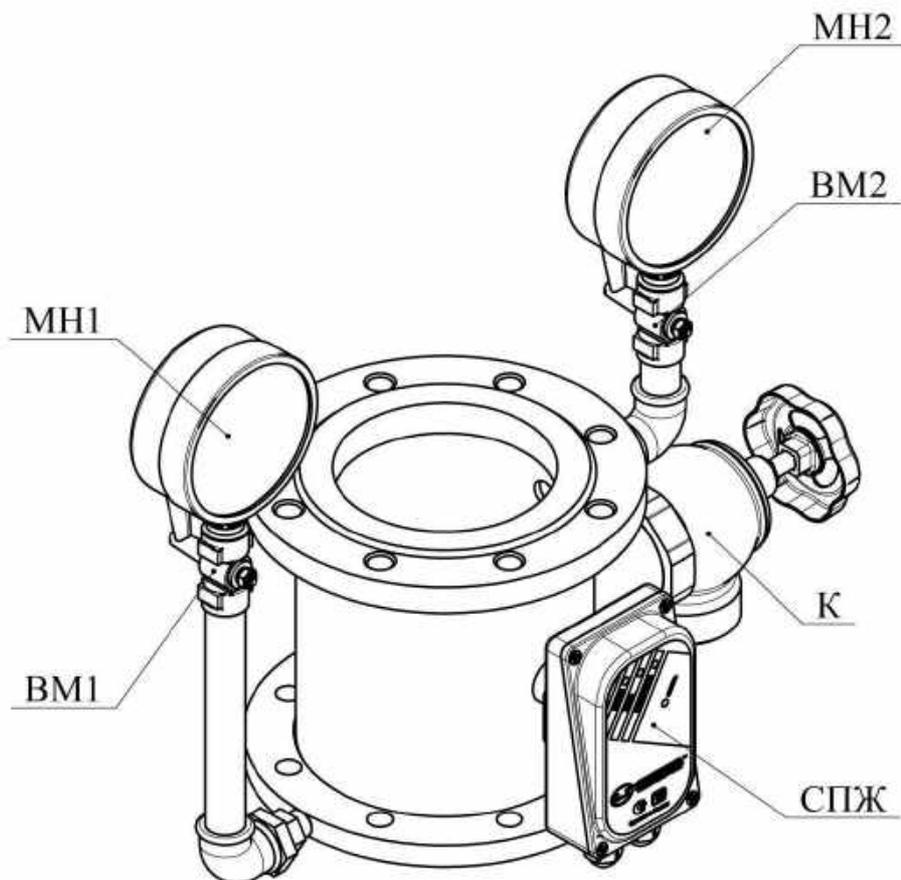

Рисунок 2 - Узел управления спринклерный водозаполненный «Шалтан». Общий вид
– закрыть задвижку ЗД на подводящем трубопроводе (в комплект поставки не входит) и клапан угловой К (рис. 2);